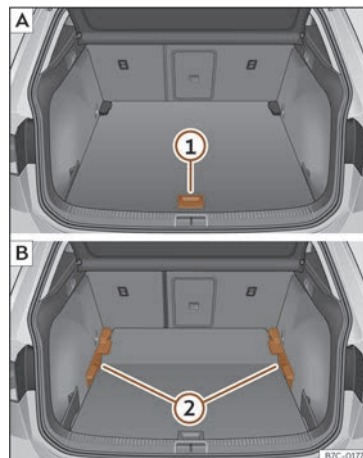

Fig. 161 Piso variable do maleteiro: **A** posición alta; **B** posición baixa.
- Para pasar da posición baixa á alta, levante o piso pola asa >>> **fig. 161 ①**, puxe cara atrás ata que a parte dianteira do piso supere totalmente os soportes **②**.
- Desprace sobre estes o piso cara adiante ata que faga tope no respaldo dos asentos posteriores e, a continuación, baixe o piso coa asa **①**.
- Para pasar da posición alta á baixa, levante o piso pola asa >>> **fig. 161 ①**, puxe cara atrás ata que a parte dianteira do piso supere totalmente os soportes **②**.
- Deixe caer a parte anterior contra o piso e empúxeo cara adiante ata que faga tope no respaldo dos asentos posteriores baixando ao mesmo tempo o piso coa asa **①**.
- Co piso variable en posición alta, levánteo pola asa >>> **fig. 161 ①**, puxe dela e empuxe cara ao respaldo dos asentos posteriores ata que se dobre o piso pola liña de bisagra e a parte móbil do piso repouse sobre el.
- Para pasar da posición alta á baixa, levante o piso variable pola asa >>> **fig. 161 ①** e puxe cara atrás un pouco.
- Empuxe o piso variable cara aos asentos posteriores coa asa **①** facendo un pouco de presión cara abaixo para que a parte móbil do piso estea en liña cos respaldos dos asentos posteriores.